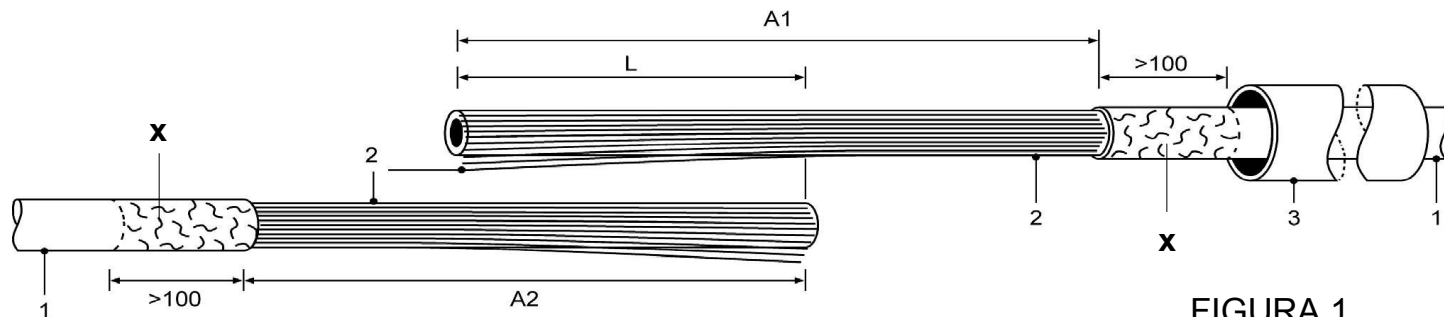

FIGURA 1
1- Preparar o cabo (1) posicionando-o paralelamente e sobreposto conforme FIGURA 1. Retirar a capa externa do cabo (1) nas medidas indicadas na tabela 2 como A1 e A2. Lixar uns 100 mm da capa externa do cabo e limpar bem essa parte (X) que será coberta posteriormente com o tubo termo-contrátil (3). **Posicionar o tubo termo-contrátil (3)** como mostra a FIGURA 1.
12 – Limpar a região previamente lixada (OPERAÇÃO 1 da figura 1) como mostra a FIGURA 12